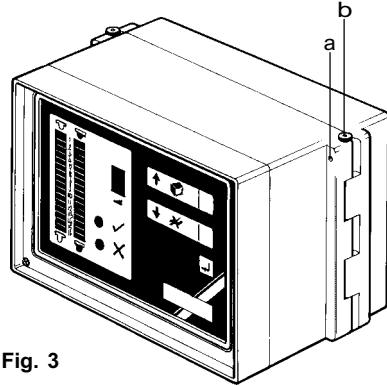

Fig. 3
1. Aflojar los tornillos "a" (Fig.3).
2. Extraer el perno del lado derecho "b" (Fig.3).